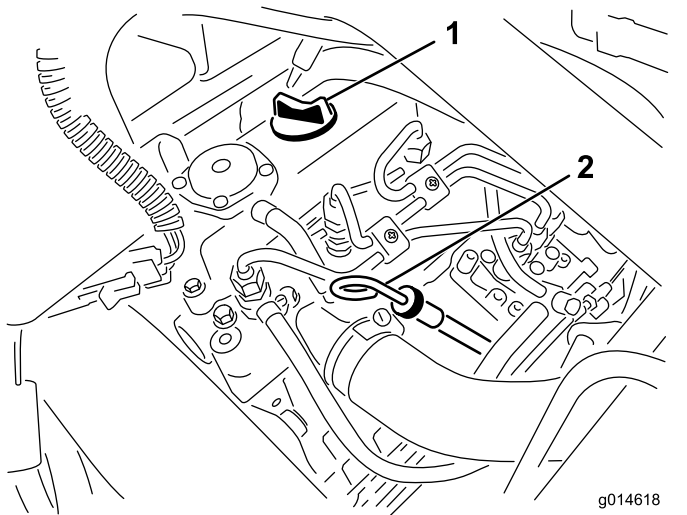

Figura 40
2. Retire la varilla y límpiela con un paño limpio (Figura 40).